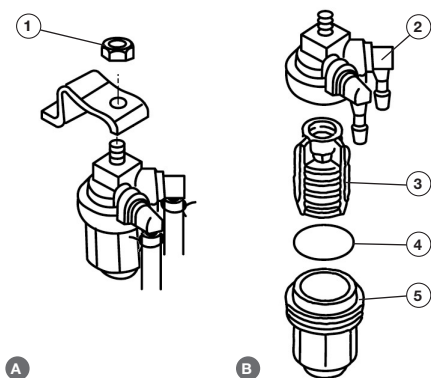

Рис. 50 Обслуживание топливного фильтра
2. Открутите гайку 1 крепления фильтра в сборе (Рис. 50А) и снимите фильтр.
3. Подложите под фильтр кусок ветоши, затем открутите стакан 5 фильтра (Рис. 50В). Если в топливе в стакане фильтра будет обнаружено какое-либо количество воды, внешний топливный бак должен быть проверен и промыт.
4. Извлеките фильтрующий элемент 3 и промойте его чистым бензином. Дайте ему просохнуть. Затем осмотрите фильтрующий элемент 3 и уплотнительное кольцо 4, чтобы убедиться, что они находятся в хорошем состоянии (Рис. 50В). Если потребуется, произведите их замену.
5. Произведите очистку стакана 5 фильтра (Рис. 50В).